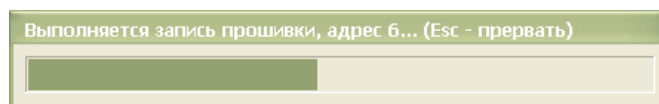

Рисунок 15 - Запись «прошивки»
6) Начнется процесс записи встроенной программы БПДД-RS, который может занять несколько секунд (рисунок 15).